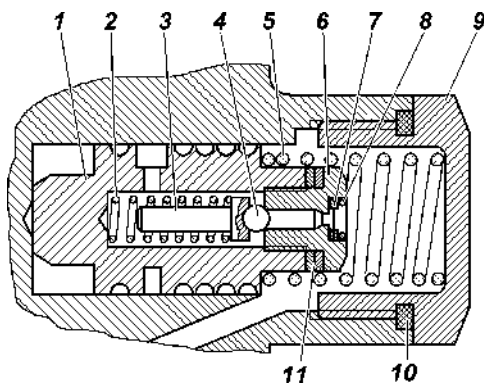

Рис. 9.21. Расходный и предохранительный клапаны насоса:
1. Отверните пробку-заглушку 9 (рис. 9.21), расположенную над выходным отверстием насоса.